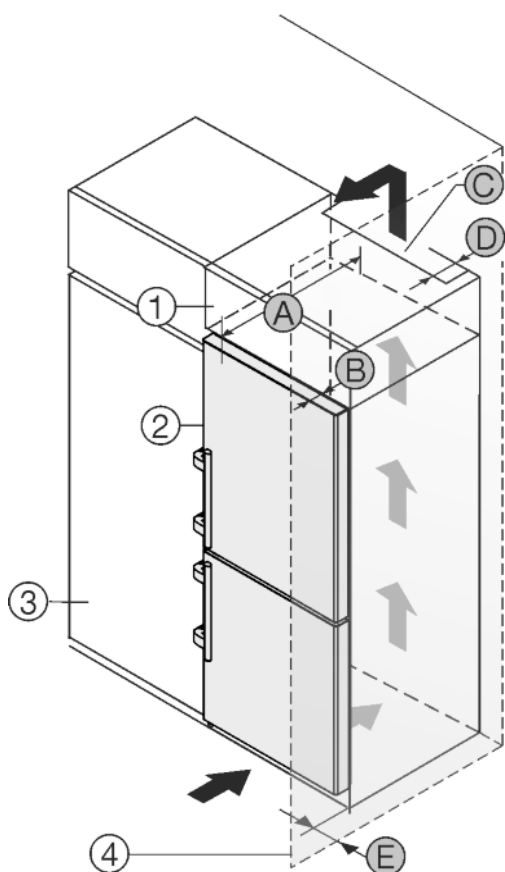

Fig. 27
Уредът може да е обграден с кухненски шкафове. За да изравните височината на уреда Fig. 27 (2) с височината на вградената кухня, над уреда може да се постави шкаф-пристройка Fig. 27 (1).
Уредът да се постави непосредствено до кухненски шкаф Fig. 27 (3). За да могат вратите да се отварят изцяло, уредът трябва да е издаден с дълбочината Fig. 27 (B) спрямо лицето на кухненския шкаф. В зависимост от дълбочината на кухненските шкафове и използването на детайли за отстояние от стената, уредът може да излезе още по-напред.
- От задната страна на шкафа-пристройка трябва да има вентилационен отвор с дълбочина Fig. 27 (D) по цялата ширина на шкафа-пристройка.
- Под тавана на помещението трябва да се спази сечението за вентилация Fig. 27 (C).
Когато уредът се поставя с пантите до стена Fig. 27 (4), трябва да бъде спазено разстоянието Fig. 27 (E) между уреда и стената. Това отговаря на разстоянието, с което дръжките стърчат при отворена врата.